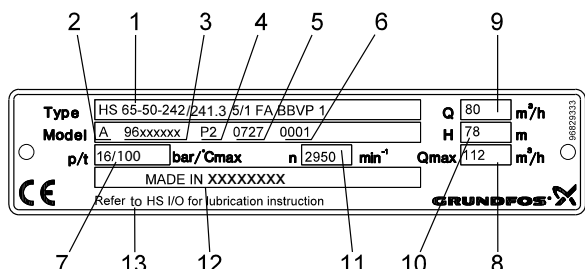

Fig. 3 Targhetta identificativa pompa HS con marchio CE
La designazione del tipo e le informazioni sulla potenza nominale delle pompe orizzontali a cassa divisa Grundfos sono riportate sulla targhetta identificativa, vedere fig. 3. La designazione del tipo comprende numero di serie, numero di modello, dimensioni e tipo.
Il codice del modello è una spiegazione della designazione del tipo di prodotto, vedere fig. 3, pos. 1.
La pressione di ingresso + la pressione interna alla pompa devono risultare inferiori alla pressione massima (p) della pompa, indicata sulla targhetta identificativa, vedere fig. 3, posizione 7.